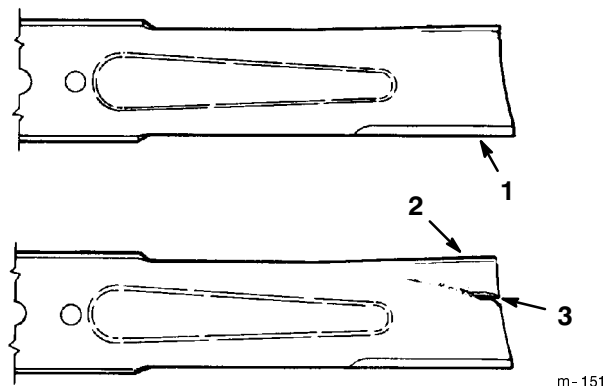

Figure 30
2. Inspecter les arêtes de coupe (Fig. 30). Si elles ne sont pas tranchantes ou si elles présentent des traces de coups, déposer la lame et l'aiguiser, voir Aiguisage de la lame, page 39.
3. Inspecter la lame, surtout à l'endroit de l'incurvation (Fig. 30). Si elle est endommagée ou usée ou s'il s'y forme une entaille (Fig. 30), la remplacer immédiatement.